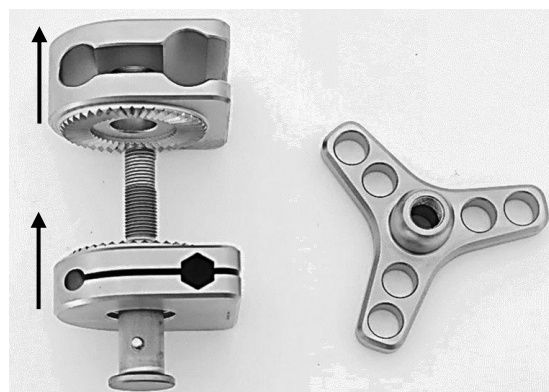

Fig. 21
Tirer d'abord la pièce de serrage supérieure (2) de la tige filetée (4), puis retirer la pièce de serrage inférieure (3) (Fig. 21).